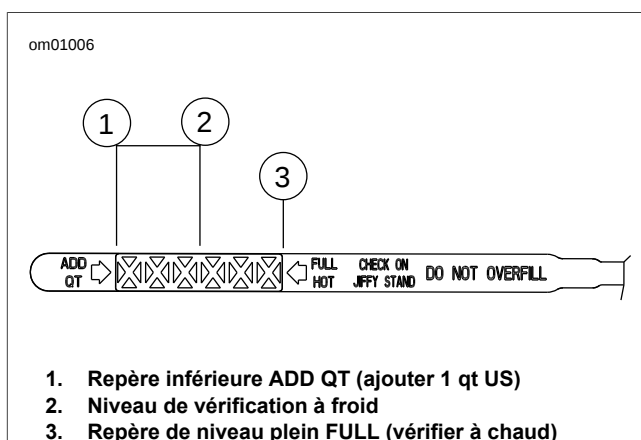

Figure 1-2. Jauge de l'huile moteur
3. Voir Figure 1-2. Dévisser à nouveau et enlever le bouchon de remplissage et vérifier le niveau d'huile sur la jauge. Si le niveau d'huile dans le carter est plus bas que le repère inférieur de la jauge, ajouter suffisamment d'huile Harley-Davidson pour faire monter le niveau entre le repère inférieur (1) et le niveau de vérification à froid (2) sur la jauge.
- a. Voir Figure 1-2. Dévisser à nouveau et enlever le bouchon de remplissage et vérifier le niveau d'huile sur la jauge.
- b. Si le niveau d'huile dans le carter est plus bas que le repère inférieur de la jauge, ajouter suffisamment d'huile Harley-Davidson pour faire monter le niveau entre le repère inférieur (1) et le niveau de vérification à froid (2) sur la jauge.
- d. Ajouter de l'huile, si nécessaire, au repère de niveau plein (FULL) (3). Ne pas trop remplir le réservoir.